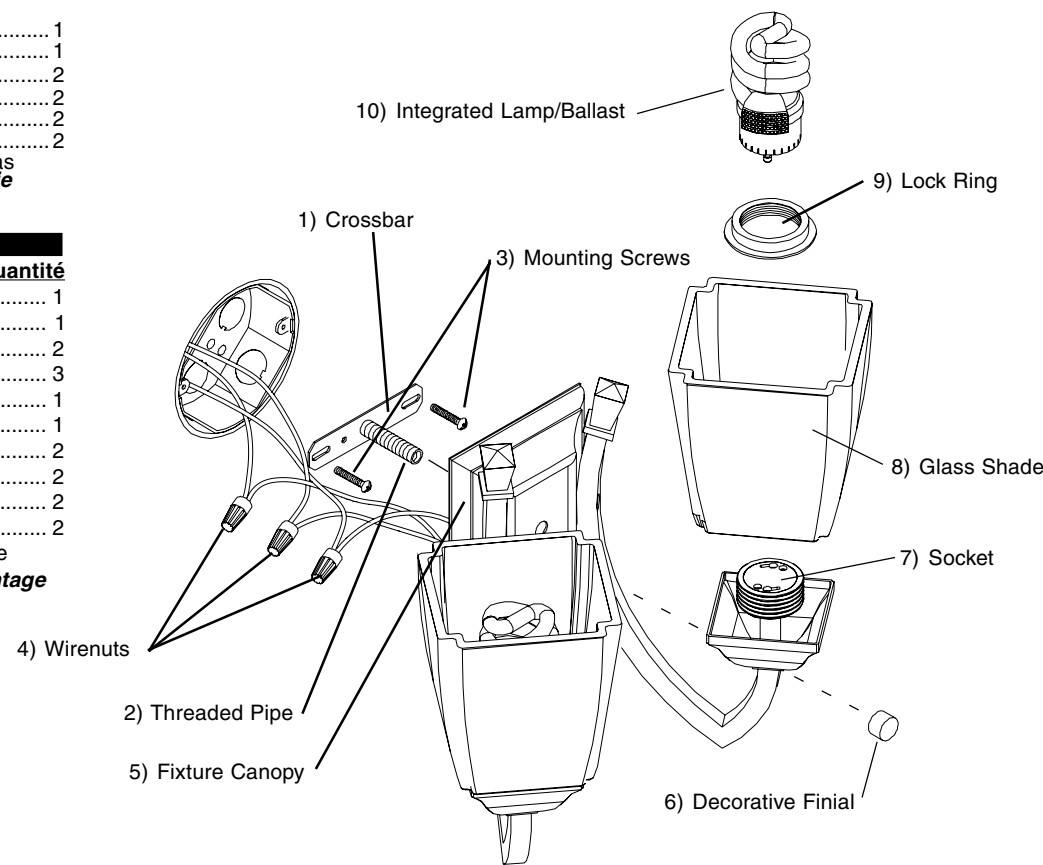
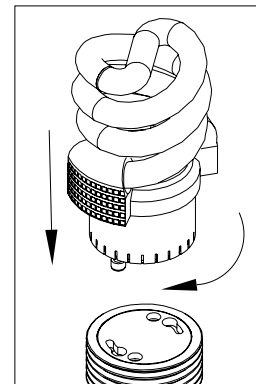

Figure 1
Figure 2
2. Thread Threaded Pipe (2) about 1/4" into center of Crossbar (1).
3. Insert Mounting screws (3) into slots in Crossbar (1) and attach the Crossbar to your junction box. See Fig. 1.
4. With the power turned off, hold the fixture firmly and connect the green ground wire from the fixture to the bare copper ground wire from the junction box using a Wirenut (4). (If house wiring does not include a ground wire, consult your local electrical code for approved grounding methods). **See Fig.1.**
5. Use Wirenuts (4) to connect black fixture wire to the black power supply wire and white fixture wire to the white power supply wire. See Fig. 1
7. Align hole in Fixture Canopy (5) over Threaded Pipe (2) in Crossbar (1) and secure with Decorative Finial (6).
8. Unscrew Lock Ring (9) from the Socket (7).
9. Place the Glass Shade (8) over socket (7) and reinstall Lock Ring (9).
10. To install Lamp (10)- insert pins into Socket (7) and rotate clockwise until secure. **See Fig. 2.**
2. Enrosque el Tubo Roscado (2) a como 1/4" en el centro de la Barra Transversal (1).
3. Inserte los tornillos (3) en las ranuras en la Barra Transversal (1) y ate la Barra Transversal a su caja de ensambladura. Vea Fig. 1.
4. Con la electricidad apagada, sostenga el luminario firmemente y conecte el alambre verde de conexión a tierra del luminario al alambre de cobre descubierto de conexión a tierra de la caja de ensambladura usando un Capuchón de Alambres (4). (Si el alambrado de la casa no incluye un alambre de conexión a tierra, consulte su código eléctrico local para métodos de hacer tierra aprobados). **Vea Fig. 1.**
5. Use Capuchones de Alambres (4) para conectar el alambre negro del luminario al alambre negro de suministro de electricidad y el alambre blanco del luminario al alambre blanco de suministro de electricidad. Vea Fig. 1.
7. Alinee el agujero del Espaciador de Sobrecielo del Luminario (5) sobre el Tubo Roscado (2) en la barra transversal (1) y asegure con Finial Decorativo (6).
8. Desenrosque el anillo de cierre (9) del enchufe (7).
9. Coloque la Pantalla de Cristal (8) sobre el enchufe (7) e reinstale el anillo de cierre (9).
10. Para Instalar la lámpara (10) – inserte las clavijas en la base del enchufe (7) y gire hacia su derecha hasta que quede segura. **Vea Fig.2.**